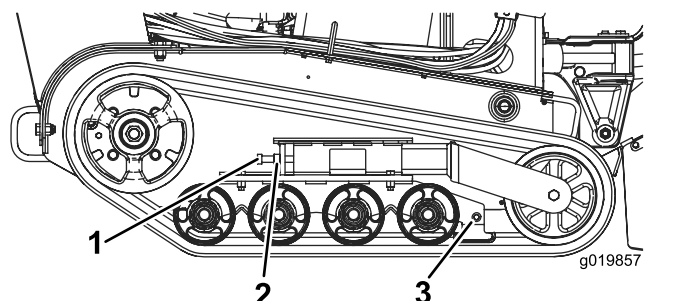

図 48
3. クローラのテンションボルトとテンションアームのクランプボルトのジャムナットをゆるめる 図 48。
4. テンションボルトを $32.5-40 \text{ N}\cdot\text{m}$ $3.3-4.2 \text{ kg}\cdot\text{m}$ = $24-30 \text{ ft}\cdot\text{lb}$ にトルク締めする 図 48。
4. テンションボルトとジャムナットをゆるめる 図 48。